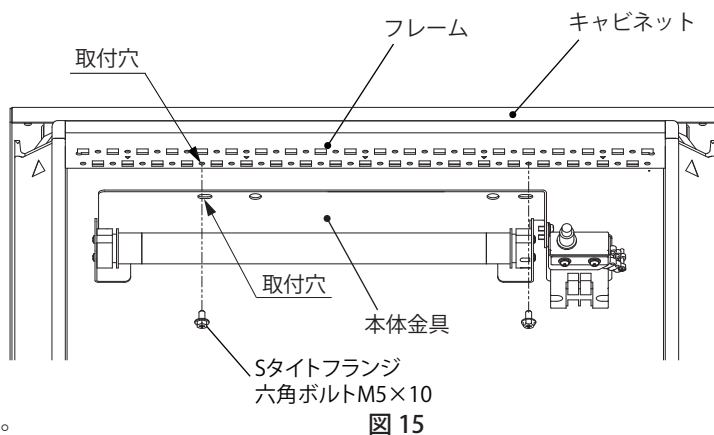

図 15
3. キャビネットのフレームへ、本体金具の取付穴を利用して、付属の S タイプフランジ六角ボルト M5×10 (2カ所) にて取付けてください。(図 15)